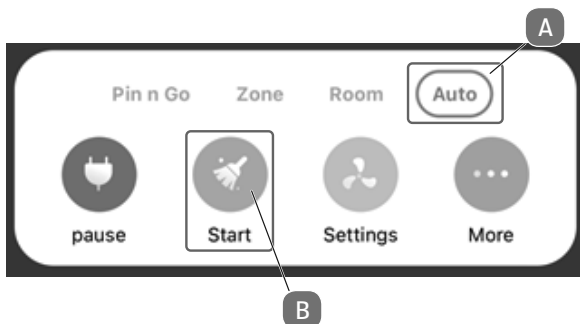

Abb. 12
- ▶ Um abschließend eine Karte Ihrer Räumlichkeiten anzulegen, muss der Saug-Wischroboter eine Erkundungsfahrt durchführen. Klicken Sie hierzu wie auf (Abb. 12) dargestellt im **AUTO-MODUS** (A) auf **START** (B).